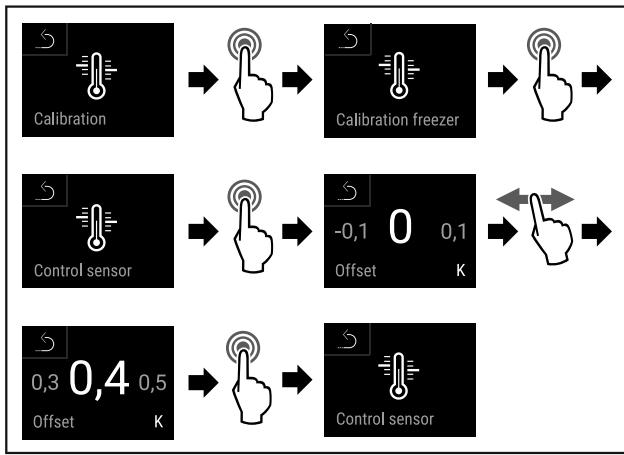

Fig. 140
- ▶ Handlungsschritte (siehe Fig. 140) durchführen.